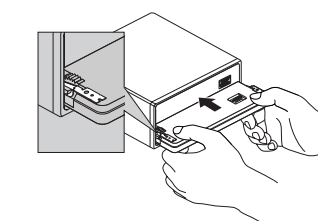

Fig. 12
**2. Remettez la face avant en place sur l'appareil. (Fig. 12)**